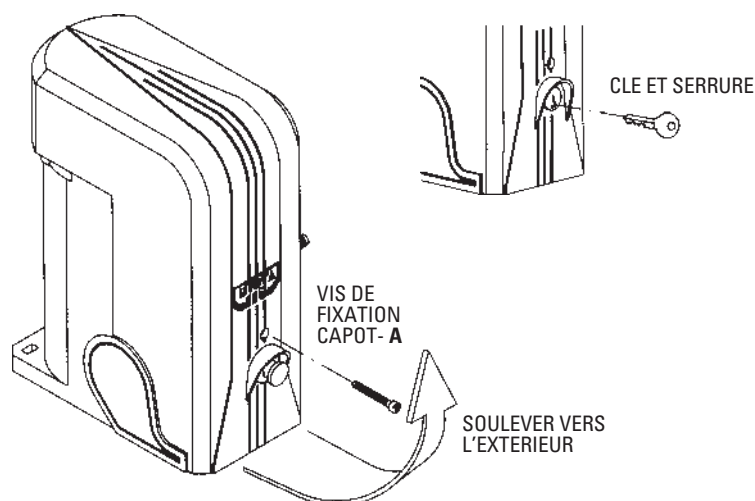

FIG. 2
- Oter le **capot** du NYOTA 115 en dévissant la vis **capot-A** (ou par la clé à serrure fournie): soulever vers le haut et vers l'extérieur. (Fig.2).
- **Débloquer** le NYOTA 115 du portail et libérer l'engrenage d'entraînement : ôter le capot de protection (Fig.2) et dévisser la vis hexagonale (1 ou 2 tours maximum), utilisant la **clé de déblocage E13** fournie (Fig.4).